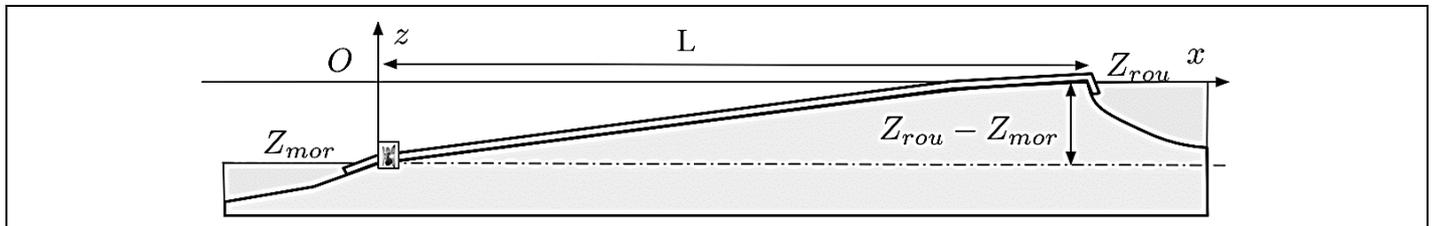

Figure 1. Modélisation du pipeline
On note respectivement Z_{mor} et Z_{rou} les cotes de la sortie (lac) et de l'entrée (mer) du pipeline transportant la saumure (Figure 1).
- 8) À l'aide de l'introduction et de la Figure 1, déterminer la valeur numérique de ΔP_{tot} le long du pipeline en négligeant les variations de vitesse et de pression entre entrée et sortie. Commenter la valeur obtenue. A quoi cela peut être dû ? Comment peut-on alors appeler ΔP_{tot} dans une conduite de section constante ?